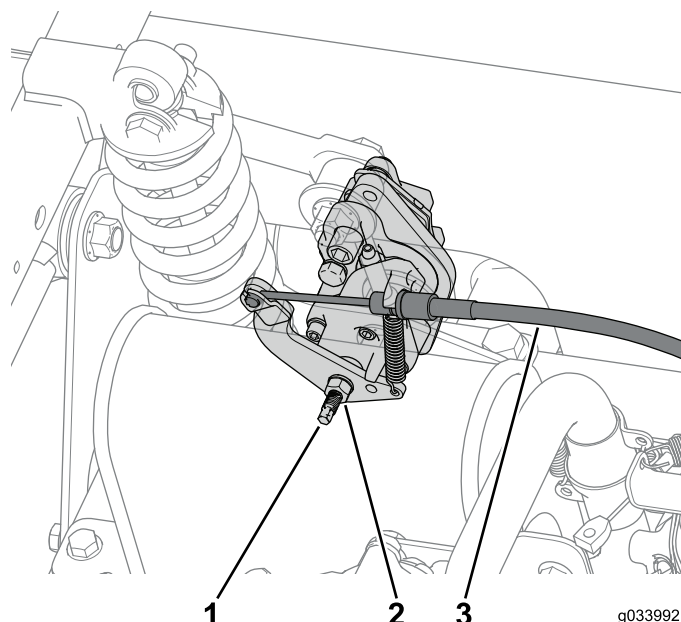

図 61
1. 左右の後ブレーキそれぞれのキャリパについているジャムナットをゆるめて、調整ねじを左に2回転させる 図 61。
2. 各ブレーキキャリパから、駐車ブレーキケーブルを外す 図 61。